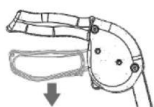

Fig. 6 (état verrouillé)
1. Appuyez sur le bas de la poignée de frein comme indiqué jusqu'à ce que vous entendiez un déclic (Fig.6)